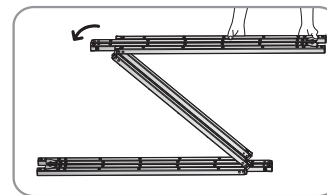
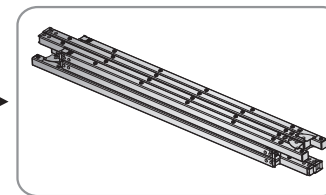

图37
图38
7. 解开横边的扣位，按图37所示方向折叠好横边，使主框架完全收合（如图38）。